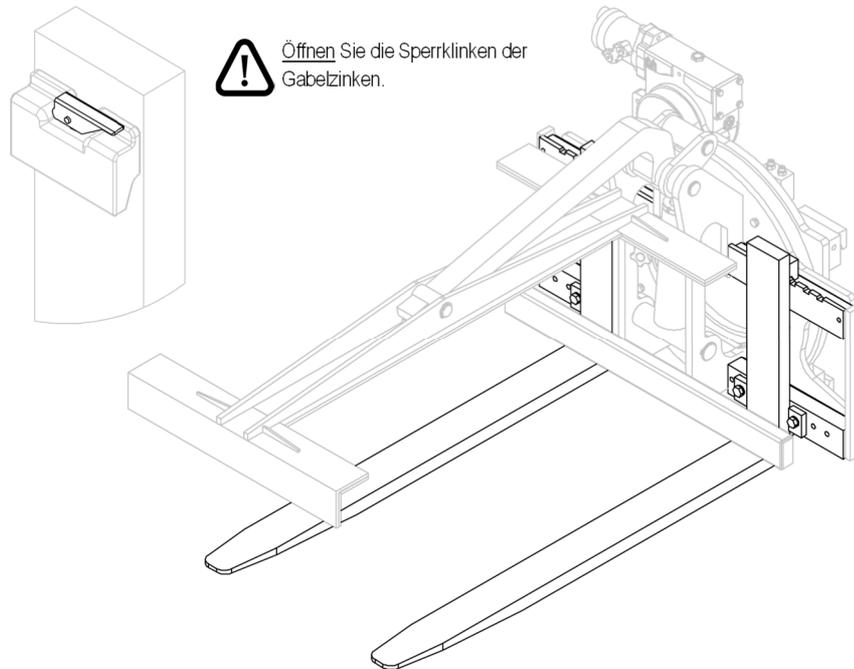
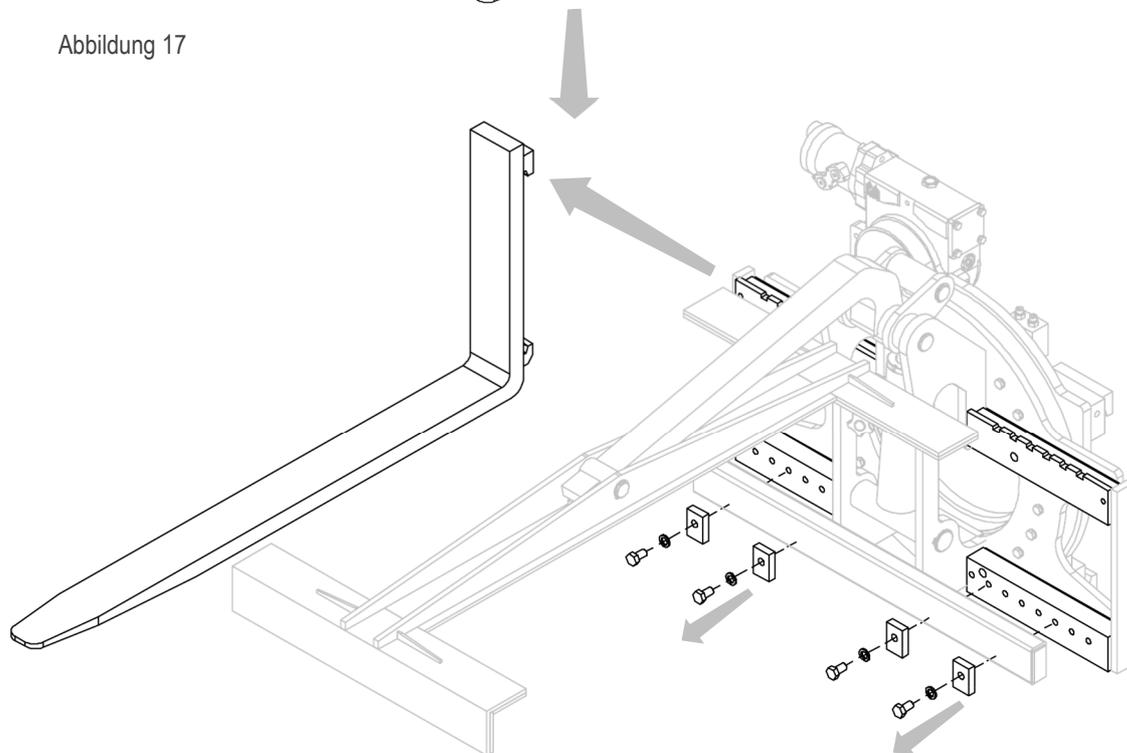

Abbildung 17
Abbildung 18
2. Entfernen Sie die Gabeln, nachdem Sie die Gabelklemmen abgeschraubt und die Gabelklemmen-Sperrklinken geöffnet haben (siehe *Abbildung 17* und *Abbildung 18*).